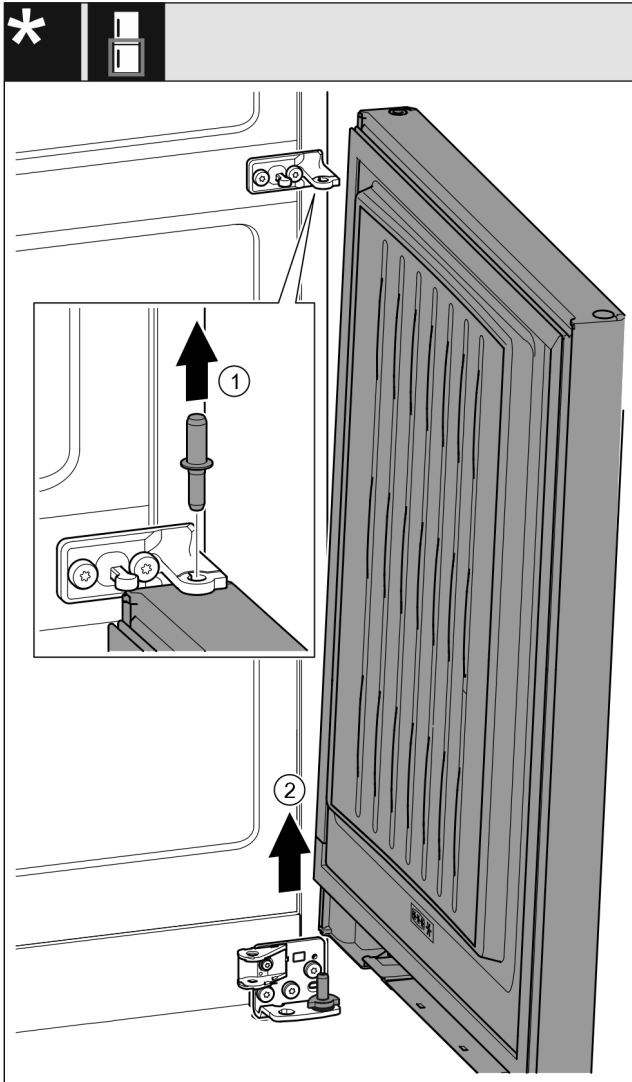

Fig. 30 Mit Schließdämpfer*
- Bolzen Fig. 30 (1) nach oben herausziehen.*
- Tür Fig. 30 (2) herausschwenken, nach oben ziehen und beiseitestellen.*